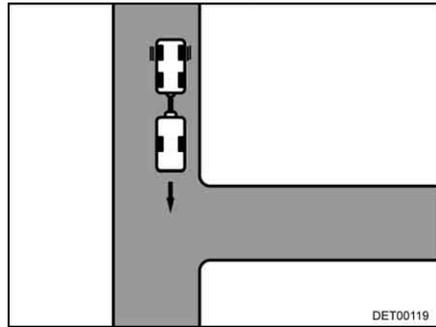

Fig. 16 Svoltata all'incrocio
- Avvicinarsi all'incrocio, fino a che la coda del caravan si trovi all'altezza di questo (Fig. 16).